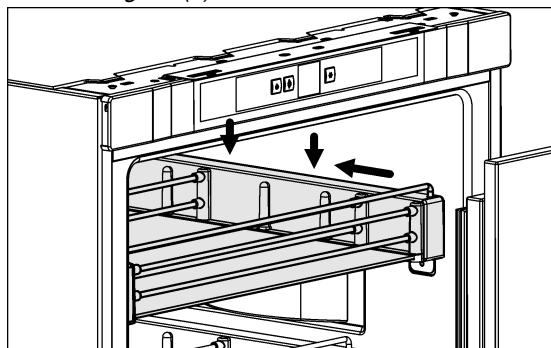

Fig. 32
- **Démonter les surfaces de rangement :** soulever les baguettes de maintien Fig. 32 (1), ôter les fixations Fig. 32 (2) des baguettes Fig. 32 (3) et retirer les pièces latérales Fig. 32 (4) du fond en verre.